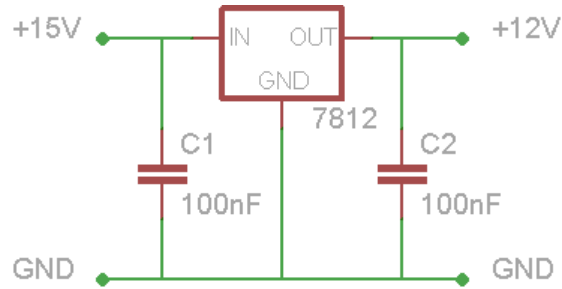

Figura. 1: Diagrama esquemático del circuito para el regulador de 12 V
- El el regulador se necesita para suministrar los 12V al amplificador, se utiliza para esto el circuito esquemático que se muestra en la **Figura 1**.